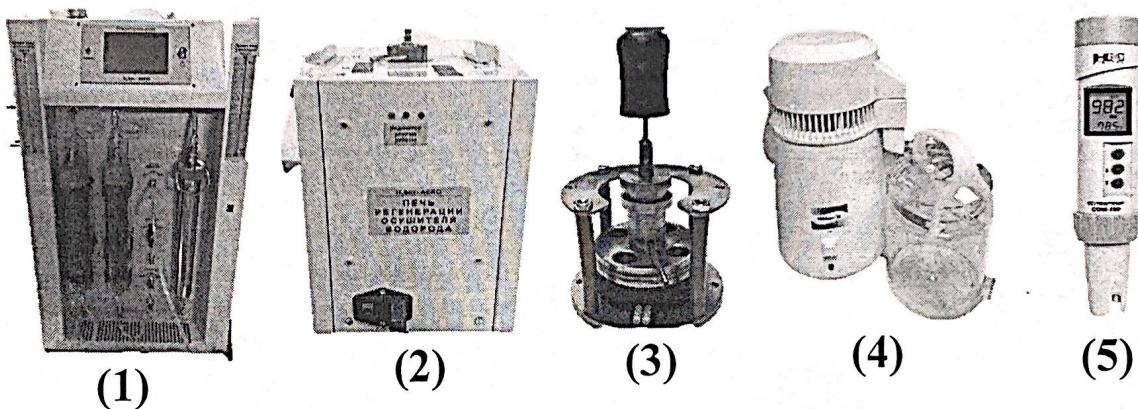

Рис.1 Общий вид АВУ
2.1. Конструктивно АВУ в своем составе имеет следующие основные модули (Рисунок 1):